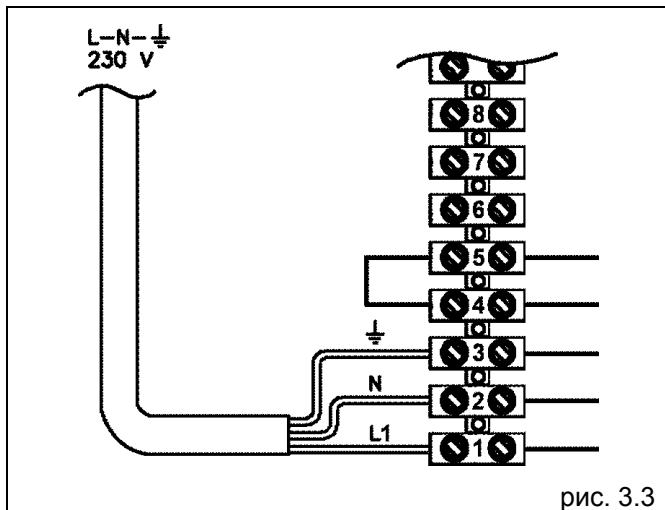

рис. 3.3
- подключение электрического питания (рис. 3.3)